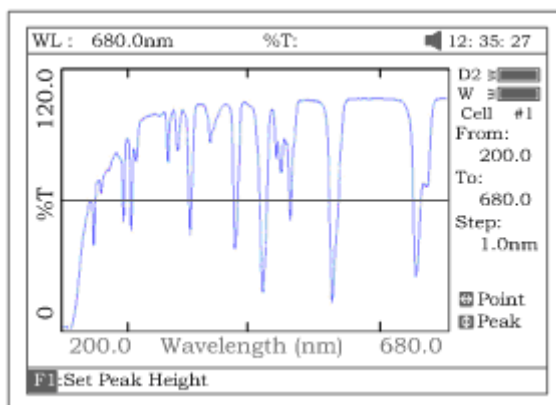

Рис. 49
- Нажмите клавишу **[F3]** . Далее возможны два способа для выполнения поиска (рис.49):